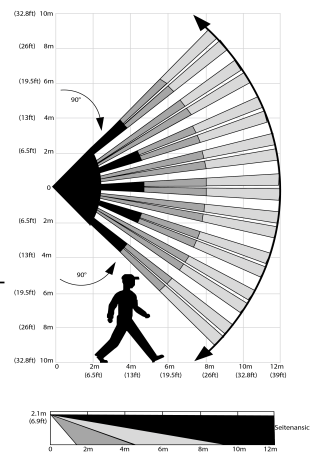

Abb. 12 – Geschützter Bereich und Funktionstest
4. Führen Sie einen Funktionstest des geschützten Bereichs durch – siehe Abb. 12. Durchqueren Sie das hintere Ende des geschützten Bereichs in beide Richtungen. Die rote LED blinkt jedes Mal, wenn Ihre Bewegung entdeckt wird, gefolgt von einem dreifachen Blinken der LED.